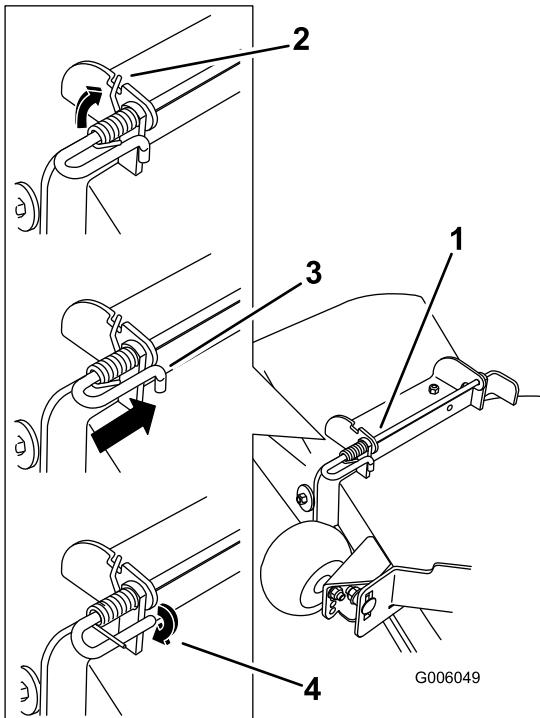

Figure 66
4. Soulevez le côté long du ressort et placez-le dans le cran du support de l'ensemble déflecteur (Figure 66).
5. Fixez l'ensemble tige et ressort en le tournant de sorte à pouvoir placer l'extrémité courte de la tige derrière le support avant soudé au tablier de coupe (Figure 66).